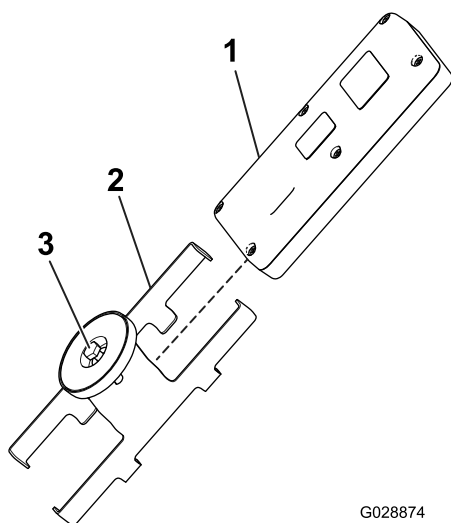

Figura 30
1. Allentate il bullone nel magnete sulla staffa magnetica del telecomando (Figura 30).
2. Fate scorrere i lati della staffa separandoli e rimuovete il telecomando (Figura 30).
8. Montate il telecomando sulla relativa staffa magnetica, fate scorrere le due metà insieme per fissare il telecomando e serrate il bullone nel magnete (Figura 30).